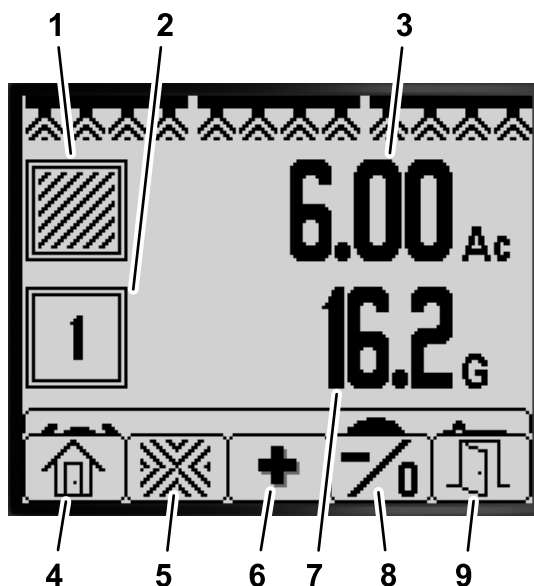

图 77
- 从主屏幕上按住 5 号按钮打开菜单栏然后按 2 号按钮选择 Sub-Area 分区屏幕 图 77。
- 从 Total Area 总面积屏幕上按住 5 号按钮打开菜单栏然后按 3 号按钮选择 Sub-Area 分区屏幕 图 77。
2. 使用 InfoCenter 信息中心按钮 图 77 执行以下操作